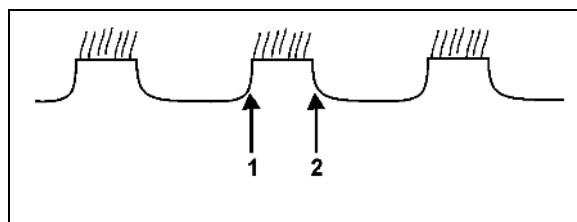

Рис. 44
- **Рис. 44** – 1-й ряд дисков сдвиньте вправо и проверьте заново.